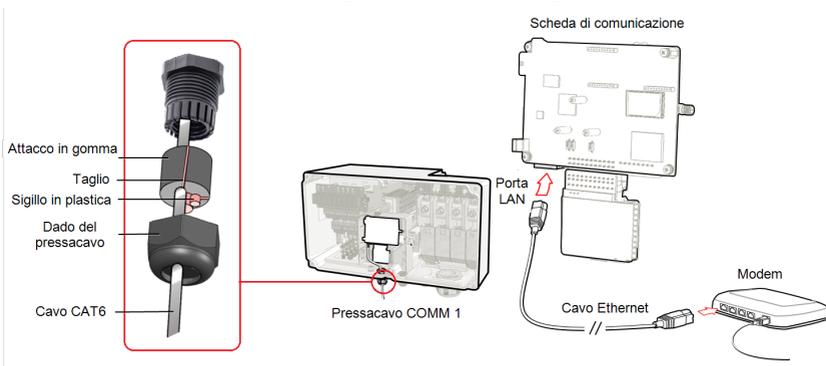

Figura 30: Inserire il cavo Ethernet (CAT6)
- Collegare il connettore Ethernet alla porta RJ45 sulla scheda di comunicazione come mostrato in *Figura 30*.